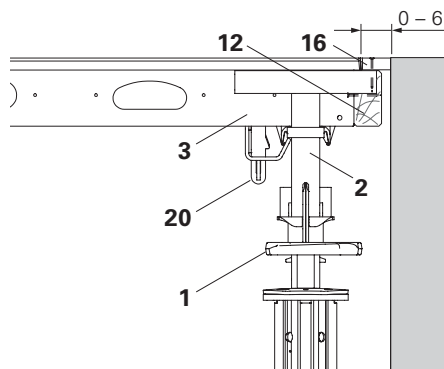

Fig. A5.33
1. Appoggiare l'elemento SDP (3) oltre la trave SLT (2) e assicurarlo con la morsa con cuneo (20). (Fig. A5.33 – A5.35)
2. Fino a max. 6 cm, il travetto di adattamento SPH (12) o il travetto squadrato (13) deve essere inchiodato all'elemento a telaio. (Fig. A5.33)
3. Posare e inchiodare il pannello di rivestimento (16).